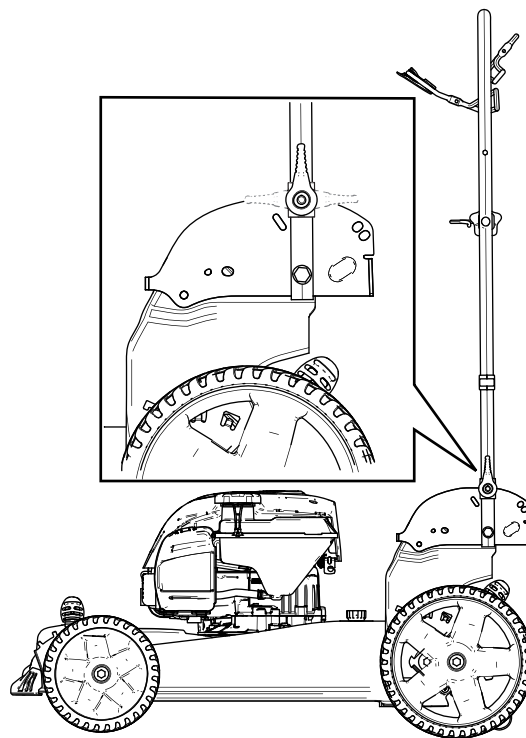

Figure 18
3. Pliez le guidon vers l'avant à la position verticale ou complètement en avant, comme montré à la Figure 18.